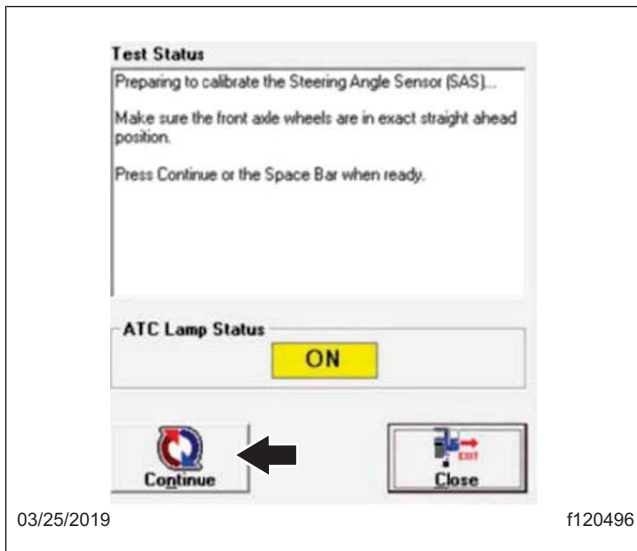
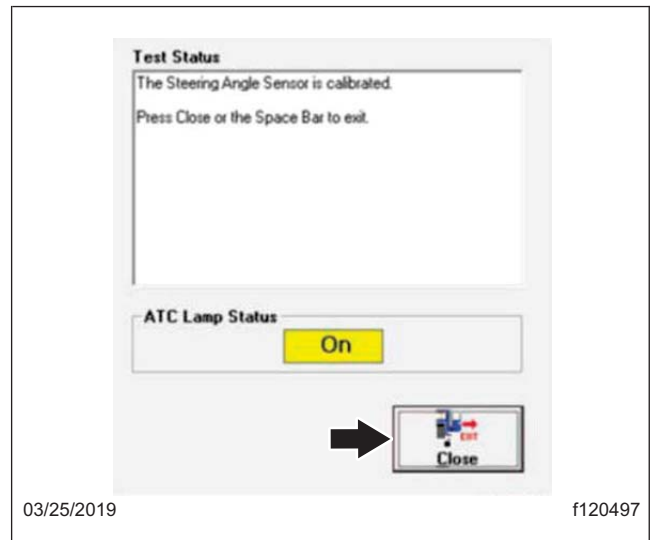

Fig. 6, État de l'essai, écran SAS 1
Fig. 7, État de l'essai, écran SAS 2
- Suivre les instructions indiquées dans la case de message. Reportez-vous à la figure . 6 Le logiciel indique lorsque le capteur SAS est calibré. Une fois le capteur SAS calibré, appuyez sur le bouton « Close » (Fermer) ou sur la barre d'espace pour continuer. Reportez-vous à la figure . 7